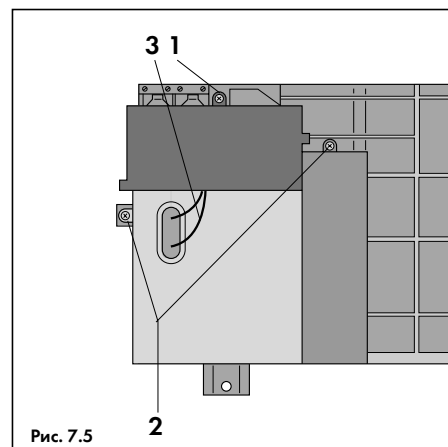

Рис. 7.5
- Отвернуть винт (1, рис. 7.5) и открыть крышку клеммного шкафа;
- Закрыть крышку клеммного шкафа и закрепить ее винтом (1, рис. 7.5);